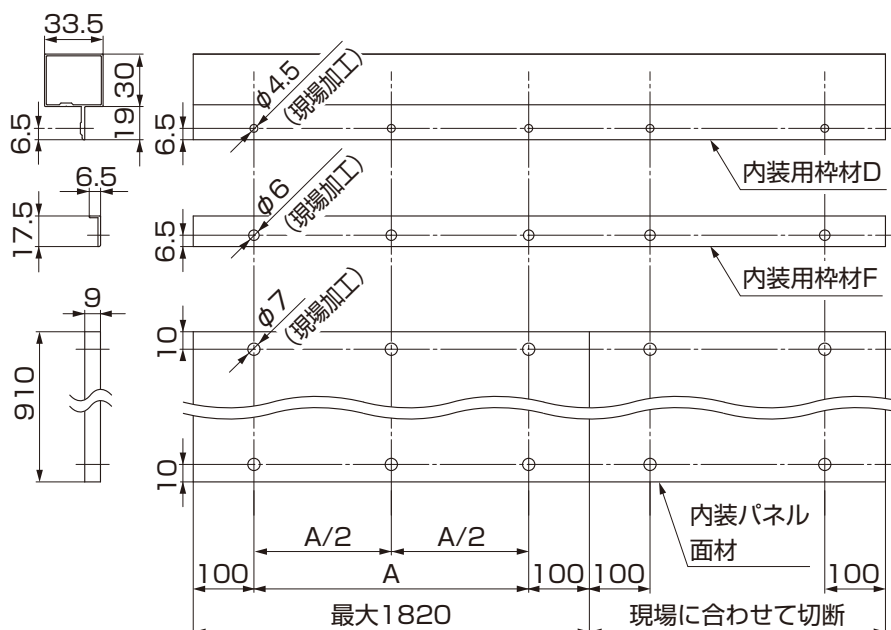
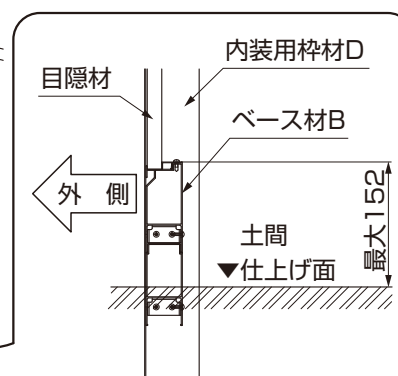

図4-4 内装パネル面材部品の穴加工
図4-5 内側の土間仕上げる位置確認
(図4-4、図4-5参照)
- カウンターテーブルと同時取付けの場合はカウンターテーブルの上方のみの取付けになります。その場合は、内装用枠材Dをカウンターテーブル天板上面で切断してください。(図4-5参照)
- ②内装用枠材Bに内装用枠材Dを突き当て、内装用枠材固定金具の穴位置にφ3.5の穴加工をしてください。